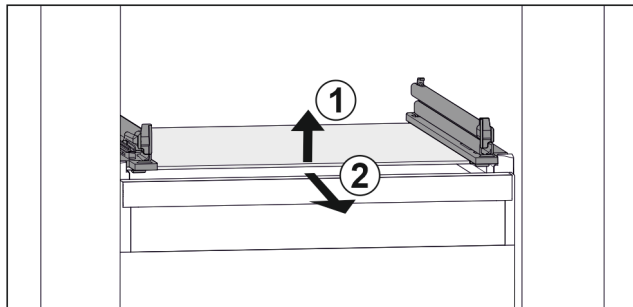

Fig. 84 Primjerni prikaz staklene ploče
- ▶ Staklenu ploču podignite sprijeda. Fig. 84 (1)
- ▶ Izvadite staklenu ploču prema naprijed. Fig. 84 (2)